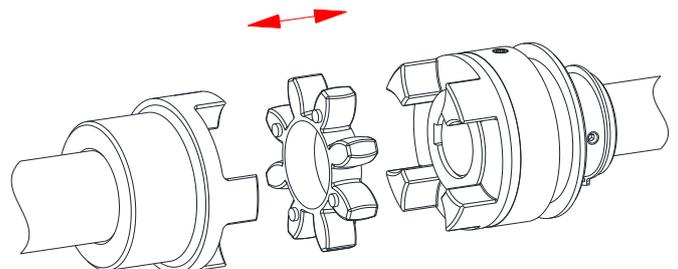

Bild 7: Montage des Zahnkranzes
- Setzen Sie den Zahnkranz (Bauteil 2) in die Nockenpartie der an- oder abtriebsseitigen Nabe ein (siehe Bild 7).